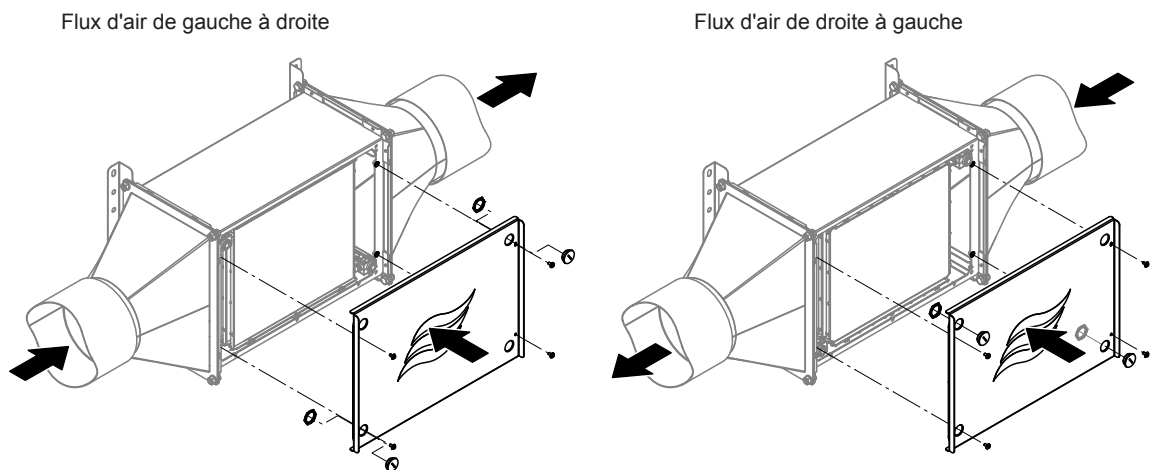

Fig. 37: Pose des capuchons et du couvercle sur le caisson de l'humidificateur
- Placez les deux capuchons en plastique fournis dans les ouvertures prévues à cet effet dans le couvercle du caisson de l'humidificateur (en fonction de la direction de flux d'air, voir Fig. 37) et serrez-les avec des contre-écrous.